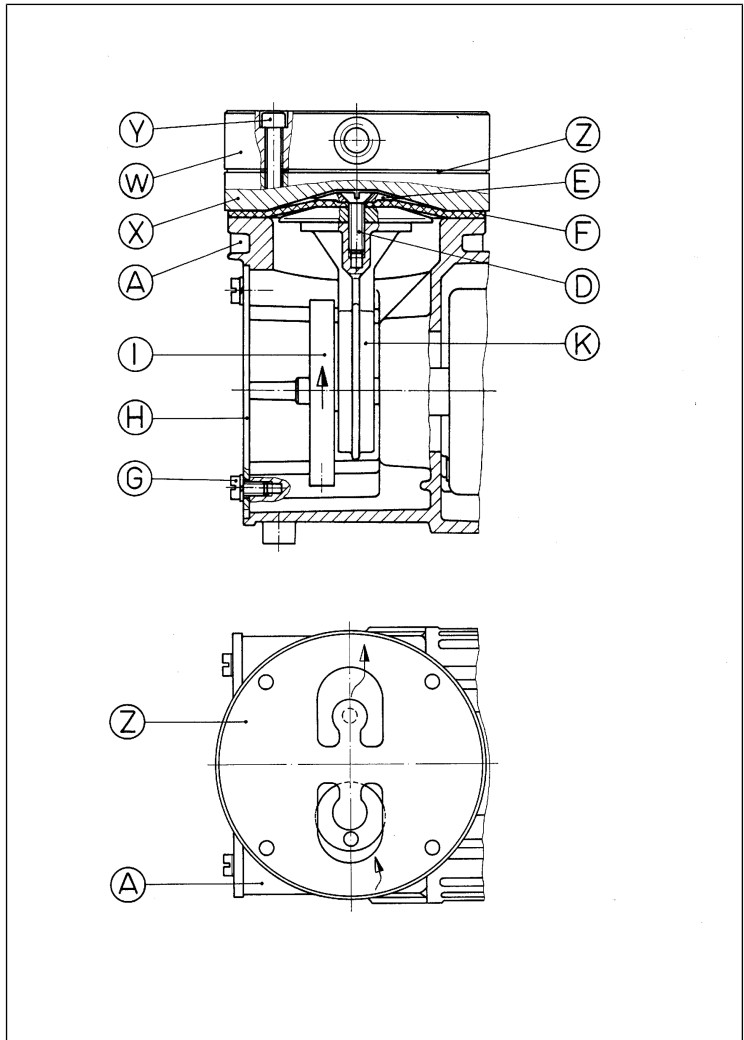

Abb.6: Pumpenteile
**nach Abb. 6
27. Legen Sie die Zwischenplatte (X) auf die Membrane (F) entsprechend der Bleistiftkennzeichnung am Gehäuse.
28. Auflegen der neuen Ventilplatte (Z) auf Zwischenplatte (X) (Ausrichtung siehe Abb. 6).
29. Legen sie den Membrankopf (W) in die mit Bleistift gekennzeichnete Einbauposition auf und ziehen Sie die Inbusschrauben (Y) gleichmäßig über Kreuz an (Anzugsmoment: 5,5 Nm)
30. Kontrollieren Sie den leichten Lauf beim durch Drehen der Schwungscheibe (I).